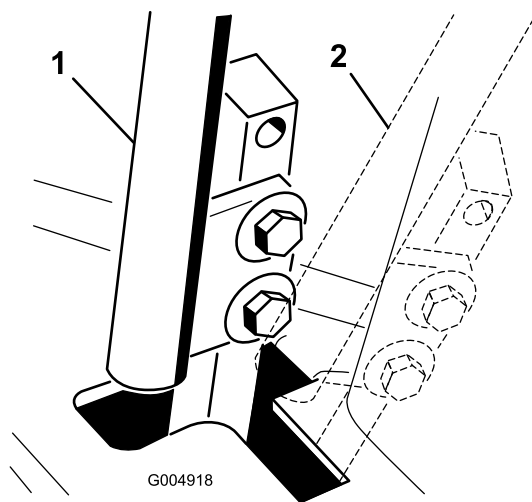

Рисунок 50
4. Переведите рычаг управления в НЕЙТРАЛЬНОЕ, но не фиксируемое положение (Рисунок 50).
6. Проверьте положение рычага управления относительно выемки в консоли (Рисунок 50).